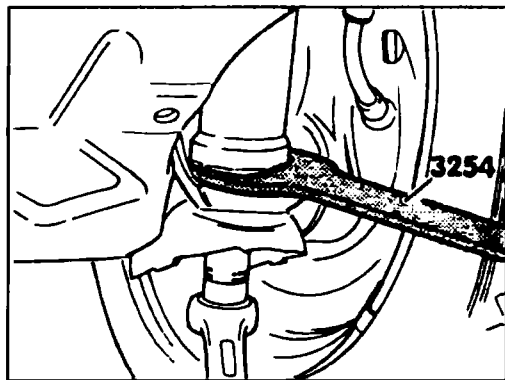

Рис. 7.29 Фиксация нижней части амортизатора во время отвинчивания нижнего болта
крепления амортизатора может быть необходимо придерживать его над рычагом при помощи большого плоского ключа как показано на рис. 7.29.
- ◆ Снизу амортизатора отверните болт крепления. Если амортизатор будет прокручиваться, то его необходимо придержать плоским ключом (см. рис. 7.29).